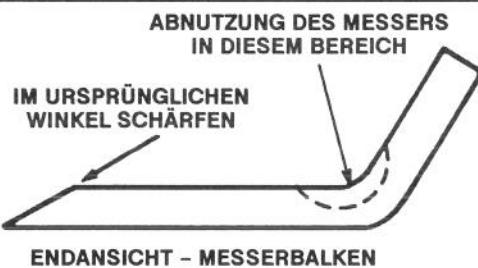

Abbildung 22
7. Die Schnittfläche an beiden Enden des Messerbalkens mit Hilfe einer Feile schärfen (Abb. 22).
Jedesmal, wenn der Aufsitzmäher hochgekippt wird, den Messerbalken prüfen. Wenn dessen Befestigungsschraube locker ist, diese auf 61-81 Nm festziehen. Wenn Messerbalken oder Windflügel (Abb. 22) am Ende des Messers abgenutzt, korrodiert oder angerissen sind, diese auswechseln. Verbogene Messerbalken auswechseln. Um den sicheren Betriebszustand zu gewährleisten, immer nur echte TORO Ersatzteile verwenden. NIE 'PASSEN SCHON' MESSER VERWENDEN.